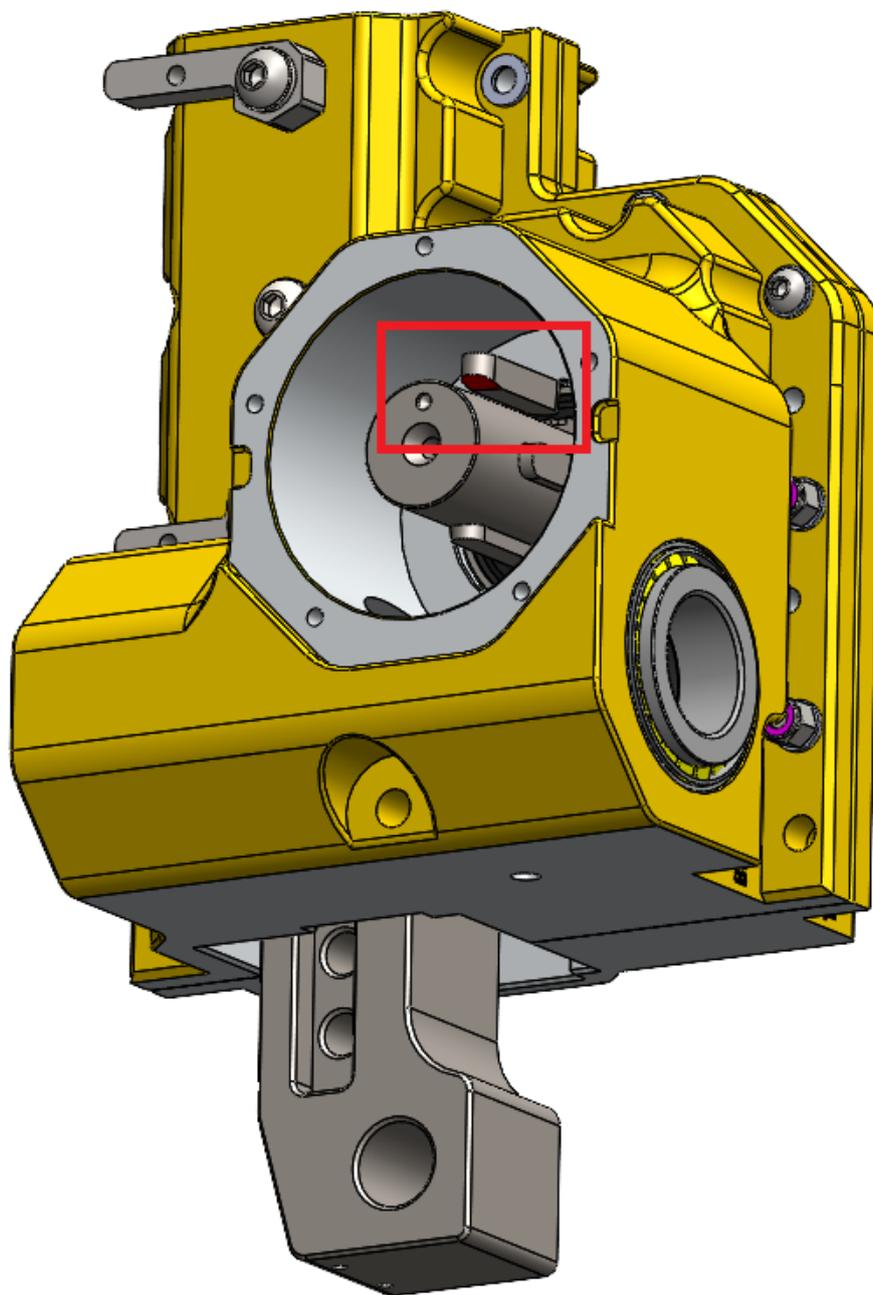

Figura 12
- q. Com a tampa traseira (1-4/1) deitada sobre a bancada, instale as 4 chavetas (1-4/20) no eixo (1-4/16). Veja *Figura 12*.